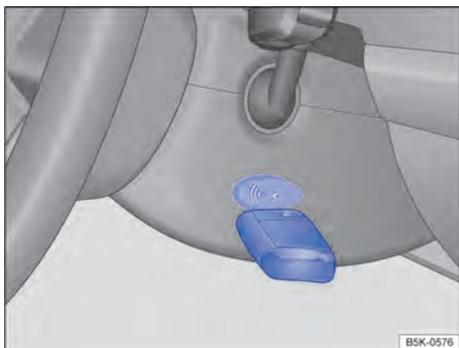

Fig. 93 À direita na coluna de direção: função de partida de emergência em veículos com sistema de travamento e de partida Keyless Access sem chave.
- Manter a chave do veículo diretamente após pressionar o botão de partida à direita da coluna de direção → **Fig. 93**.